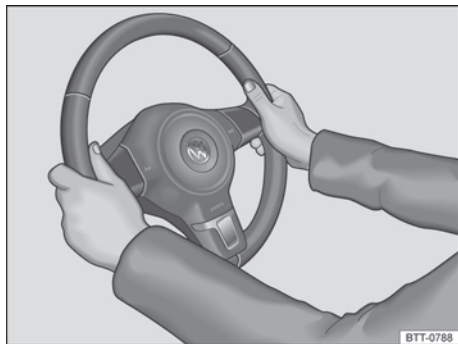

Fig. 100 En el volante: posición equivalente a las 9 y las 3 horas.
- Ajuste el volante de forma que pueda sujetarlo con las dos manos por los lados, por su parte exterior, en la posición equivalente a las 9 y las 3 horas → fig. 100 con los brazos ligeramente flexionados → .
- Con el fin de reducir el peligro de sufrir lesiones en caso de que se dispare el airbag frontal del conductor, durante la conducción sujete siempre el volante por los lados, por su parte exterior, con las dos manos en la posición equivalente a las 9 y las 3 horas → fig. 100.